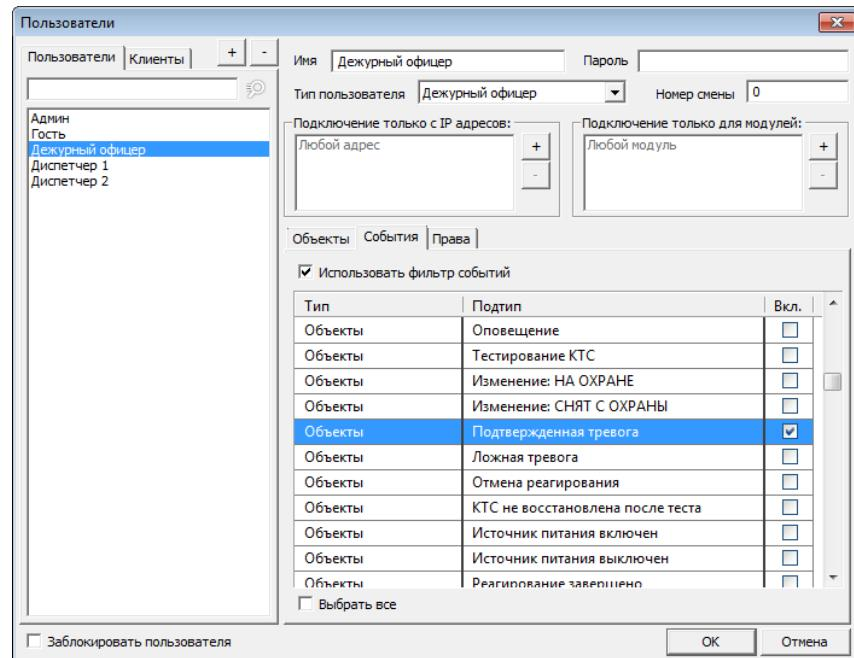

Рисунок 26.5 — Назначение фильтра событий дежурному
- на вкладке **События** установите флажок в поле *Использовать фильтр событий* и выберите событие *Подтвержденная тревога* (см. рисунок 26.5). Убедитесь, что флажок для события *Тревога* отсутствует.